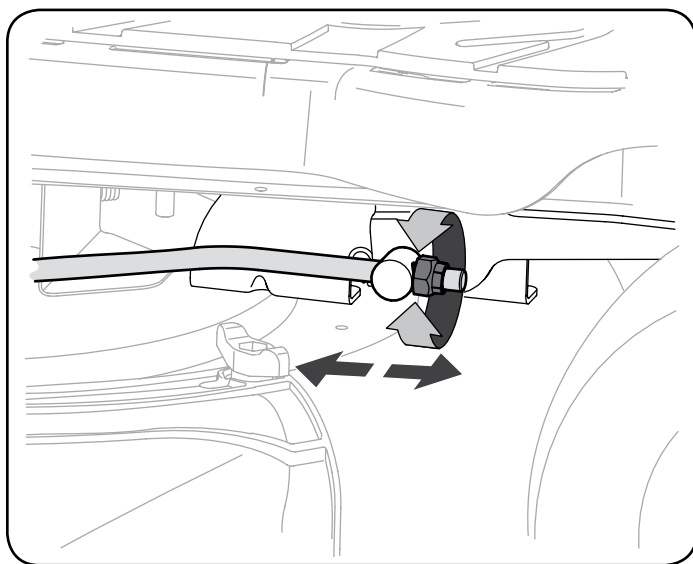

Figura 41
1. Con el tractor estacionado sobre una superficie firme y nivelada, ubique la palanca de elevación de la plataforma en la posición media (3) y rote la cuchilla de manera que quede alineada con el frente y la parte posterior del tractor.
3. Ubique la tuerca de seguridad con brida en el extremo frontal de la varilla de elevación de la PTO. Vea la Figura 41.